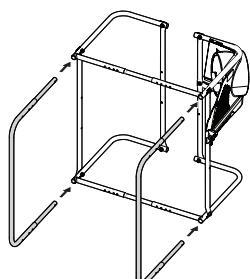

Figura 10
- Inserte los tubos con forma de u en los montajes de estructuras izquierda y derecha deslizando los tubos de ajuste dentro de los tubos esquineros, como se ilustra en la Figura 10.